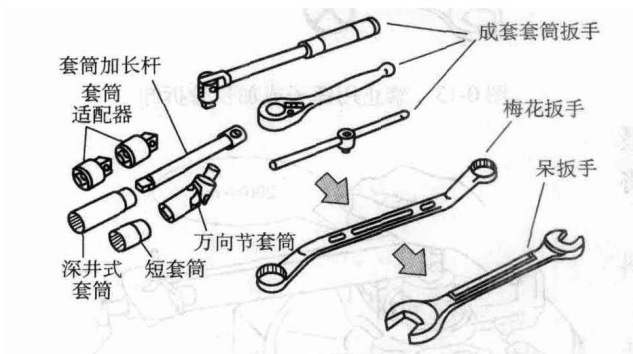

图 0-8 根据工作的类型选择工具
1) 根据工作的类型选择工具。为拆下和更换螺栓、螺母或拆下零件，汽车维修中使用成套套筒扳手比较普遍。如果由于工作空间限制不能使用成套套筒扳手，可按其顺序选用梅花扳手或呆扳手(图 0-8)。